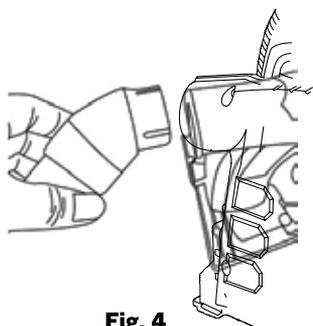

Fig. 4
- Insérez l'adaptateur à poussière dans le port à poussière jusqu'à ce qu'il se fixe. (Fig. 4)